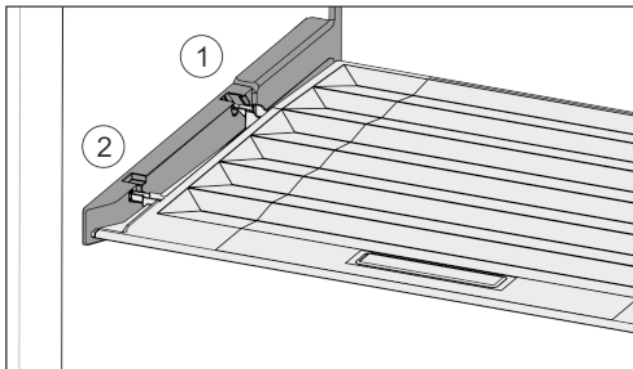

Fig. 29
- ▶ Introduceți nervura capacului prin orificiul suportului posterior Fig. 29 (1) și înclicetați-l în față în suport Fig. 29 (2).